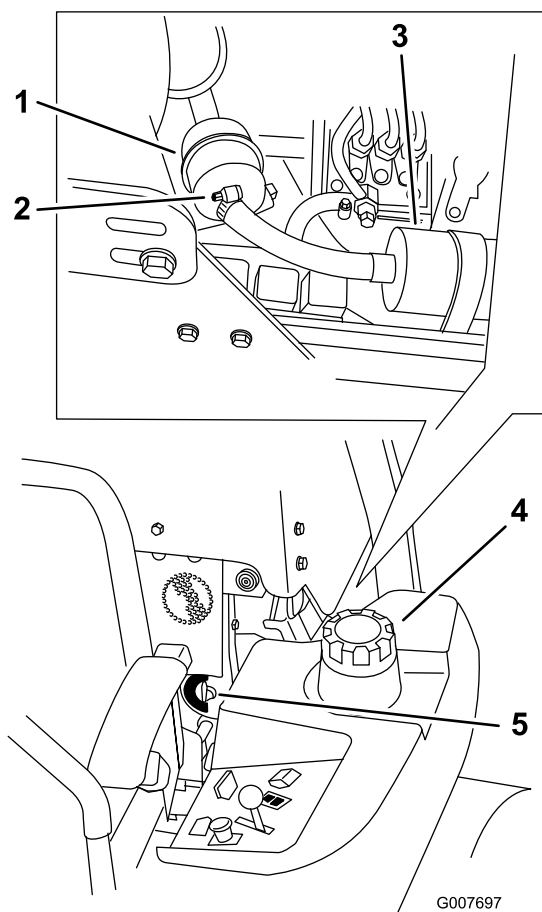

Bild 47
4. Schließen Sie den Kraftstoffhahn (Bild 47).
5. Lösen Sie die zwei Schlauchklemmen und schließen Sie die Kraftstoffleitungen vom Kraftstofffilter ab (Bild 47).
6. Bringen Sie einen neuen Filter an. Schließen Sie die Kraftstoffleitungen am Kraftstofffilter an und montieren Sie die zwei Schlauchklemmen (Bild 47).